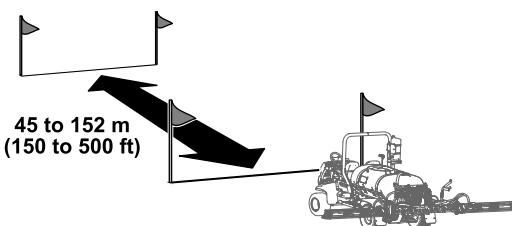

Bild 63
5. Markieren Sie eine Startlinie auf einem Testbereich der Grünfläche (Bild 63).
7. Markieren Sie eine Finishlinie auf einem Testbereich der Grünfläche (Bild 63).
3. Drücken Sie die Taste 2 auf dem InfoCenter und fahren Sie zur Finishlinie (Bild 66 und Bild 63).